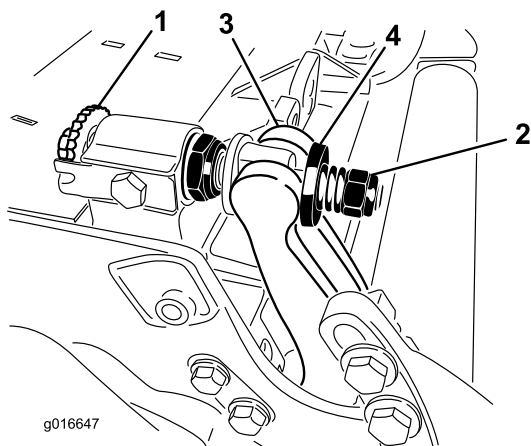

Figura 30
1. Gire los tornillos de ajuste de la barra de asiento en sentido antihorario para alejar la contracuchilla del molinete (**Figura 30**).
2. Afloje la tuerca de tensado del muelle hasta que el muelle deje de presionar la arandela contra la barra de asiento (**Figura 30**).